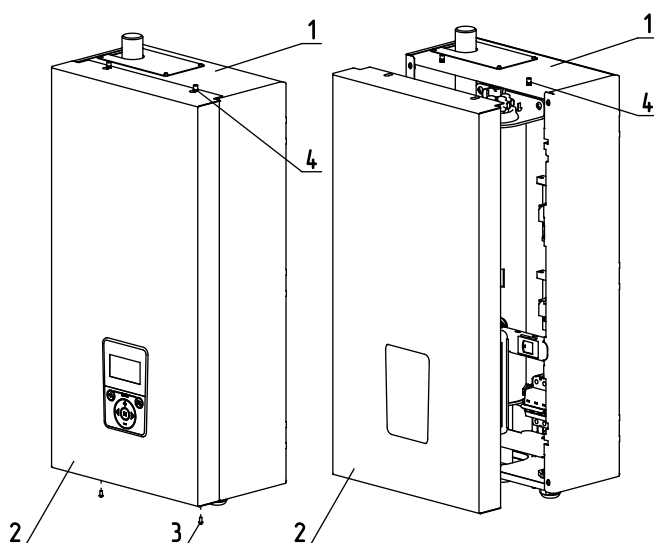

Рис.15 Снятие кожуха
- выкрутить болты крепления (**рис.15 поз.3**);
- переместить кожух вверх, сняв с зацепов (**рис.15 поз.4**);